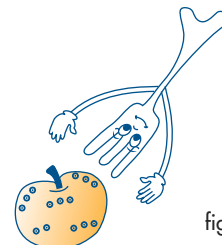

fig. 8
- 3) Voedsel met vel, schaal of schil (bijvoorbeeld: appels, aardappelen, tomaten, worstjes, vis) **dienen op meerdere plaatsen ingeprikt** te worden met een vork opdat de stoom kan ontsnappen en het vel of de schil niet openbarst (fig. 8).